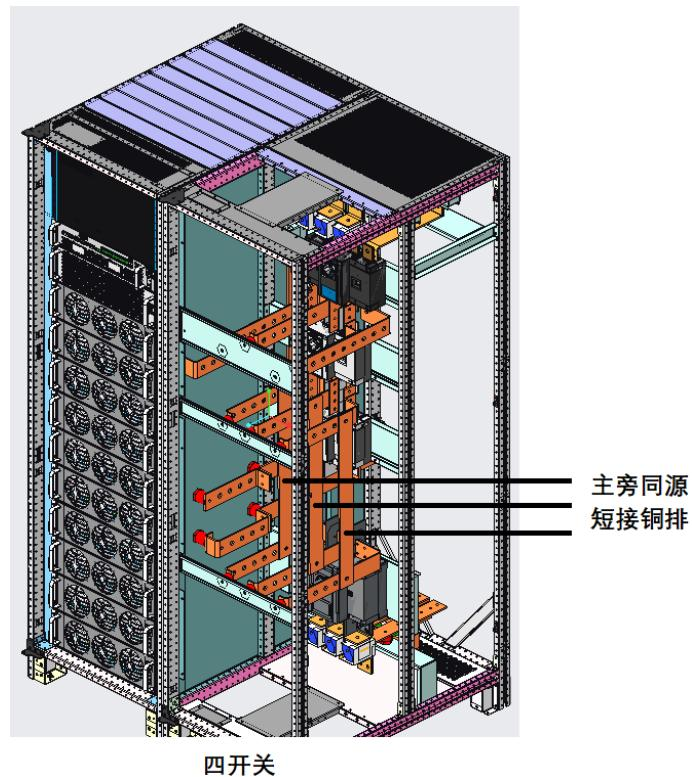
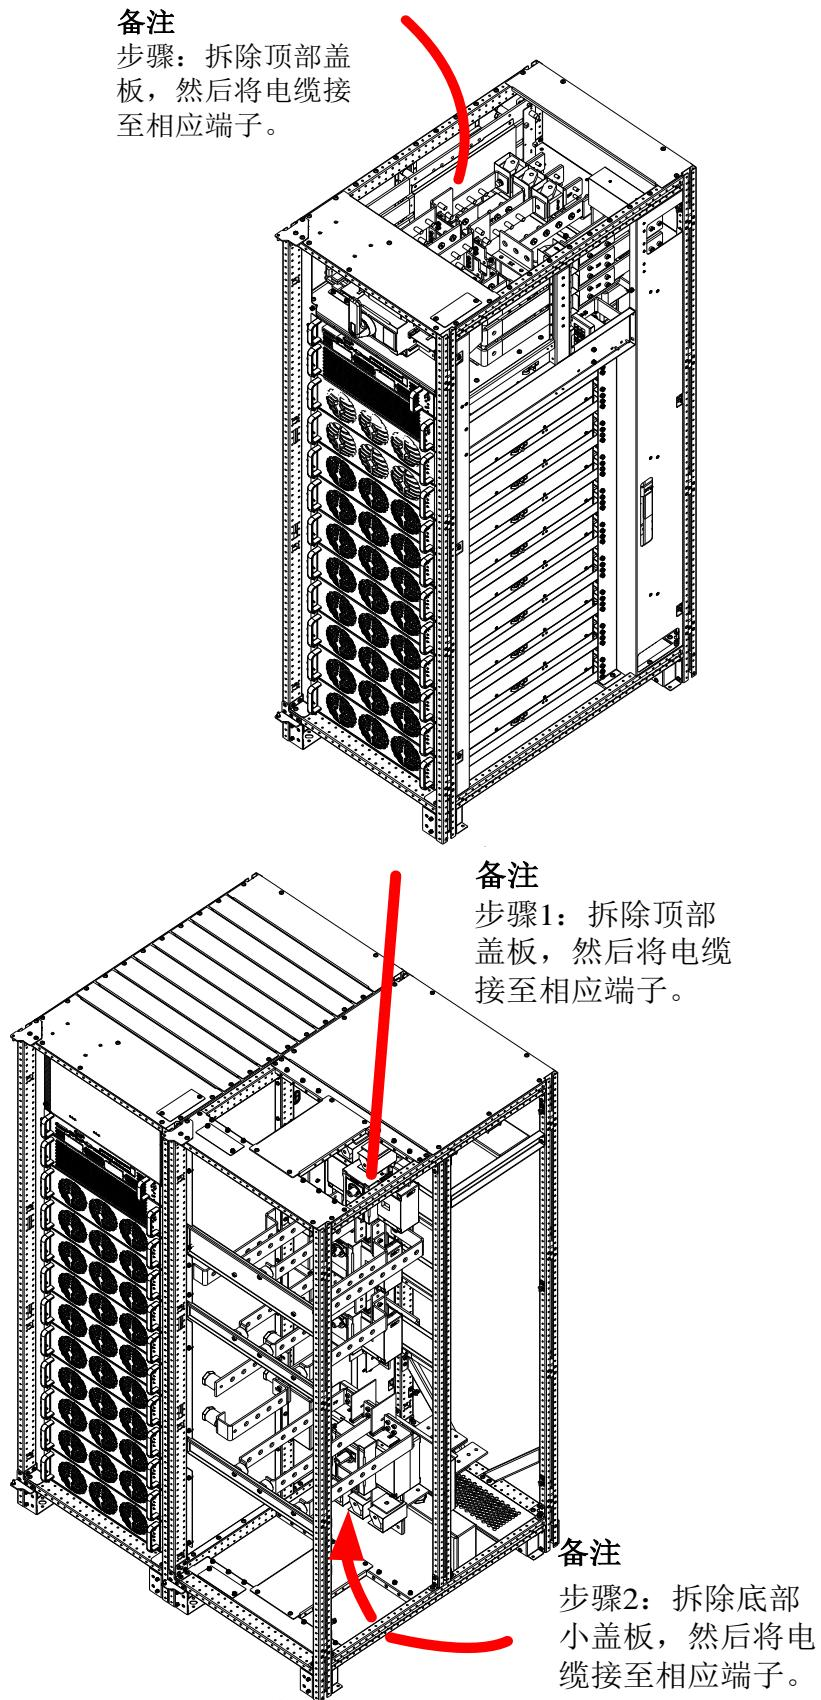

图 3-2 UPS 机柜功率电缆连接端子示意图
图 3-3 400~500kVA 功率电缆走线示意图
主路输入、旁路输入、输出及电池功率电缆与相应的 UPS 端子连接，如图 3-2 所示。
通过螺栓将保护地线可靠连接至 PE 输入端子（见图 3-2）。
UPS 功率电缆的接线端子位置如图 3-2 所示。功率电缆进线以及走线方法如图 3-3 所示。
2. 柜内走线时，需按图 3-3 说明在机柜内对电缆进行扎线固定，以防止电缆受机械应力损伤。
四开关支持上进线或下进线；无开关和单开关仅支持上进线方式，见图 3-3。
参考图 3-2 ~ 图 3-3，功率电缆接线前，打开 UPS 机柜前门或上下盖板，可见功率电缆接线端子（见图 3-2）。然后将保护地连接到机柜的 PE 输入端子。
安装主旁同源短接铜排（见图 3-2）将交流输入电缆连接至机柜的旁路输入端子（bA-bB-bC）。将输入 N 线接至机柜的 N 线端子，并注意确保相序正确。
拆除主旁同源短接铜排（见图 3-2），将主路输入电缆连接到机柜的主路输入端子（mA-mB-mC），将旁路输入电缆连接到机柜的旁路输入端子（bA-bB-bC）。将主路输入 N 线与旁路输入 N 线接至机柜的 N 线端子，并注意确保相序正确。